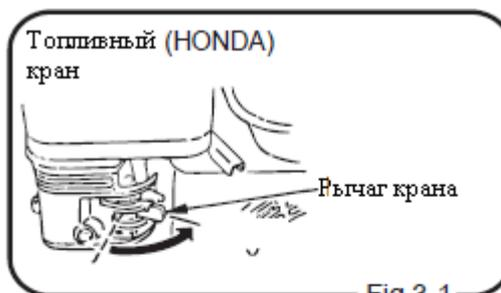

Fig.3-1
1. Откройте топливный кран (рис. 3-1 и 3-2).